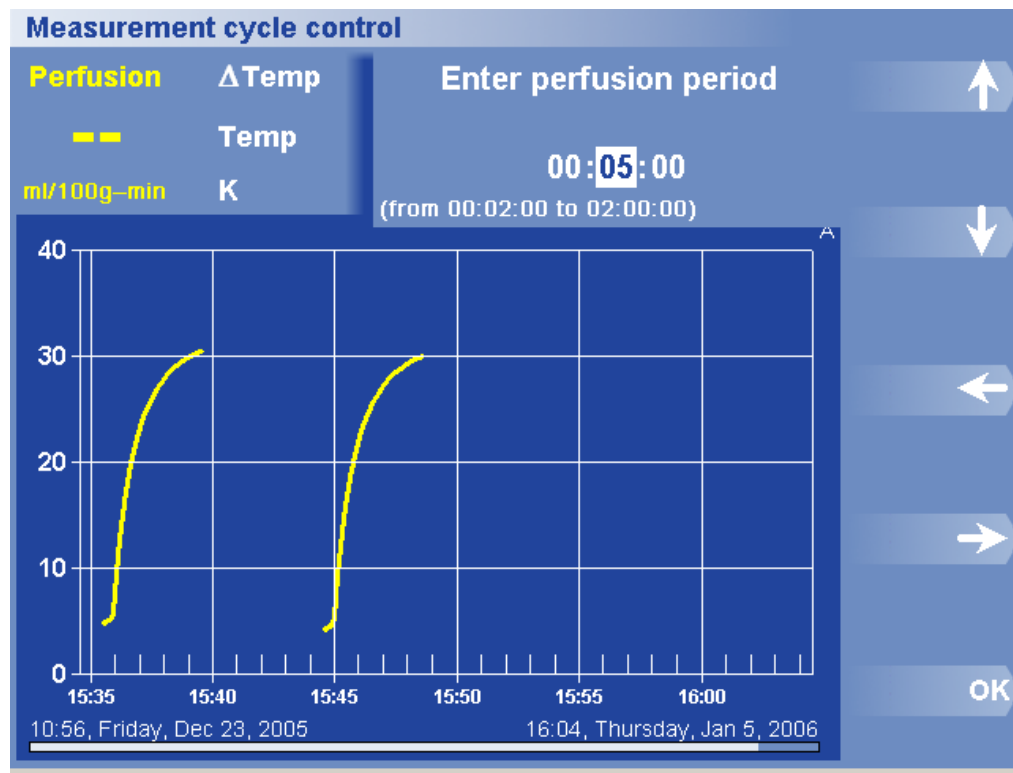

Figura 41. Caixa de Di logo e Menu Per odo de Perfus o
2. Prima Perfusion Period (Per odo de Perfus o). Aparece a caixa de di logo Per odo de Perfus o (Figura 41).